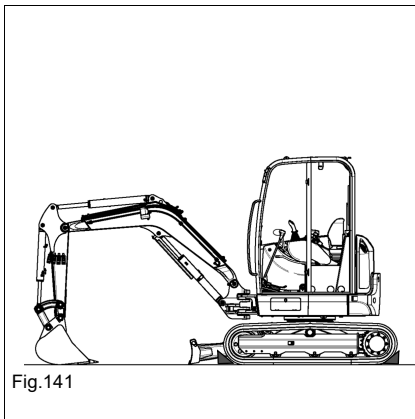

Fig.141
10. Asegurar el vehículo con cuñas de calce (ver Fig. 141).